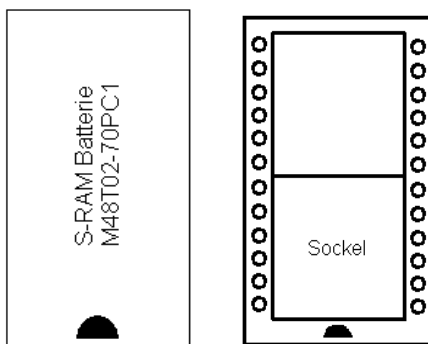

Abb. 2:
- **Bei S-Ram-Modulen:** Achten Sie darauf, dass die Position des S-Ram-Moduls nicht vertauscht wird (Abb. 2 und 3) und alle Anschlüsse richtig im Sockel stecken (Abb. 4 oder 5), da durch fehlerhaftes Aufstecken der Batterie die Elektronik zerstört wird.